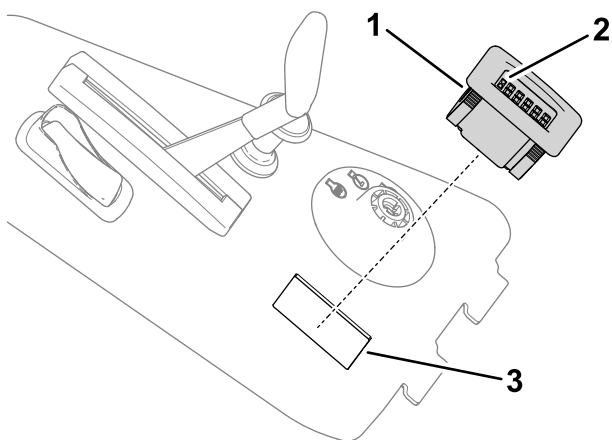

Figura 3
3. Instale el horímetro en el hueco, asegurándose de que el símbolo del reloj de arena está orientado hacia el acelerador (Figura 3).